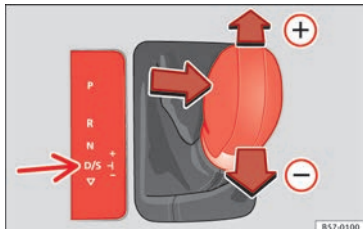

Fig. 174 Console centrale: cambio del rapporto di marcia con tiptronic.
- Tirare la leva selettoria in avanti (+) per inserire una marcia superiore »» fig. 174.